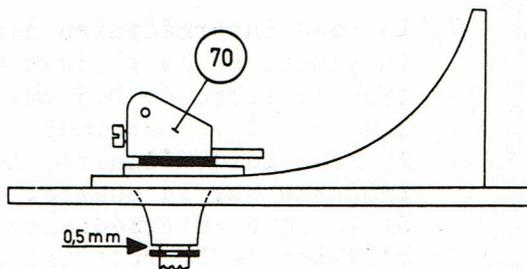

Fig.9
1. L'étrier du bras de pick-up 70 doit être monté de telle façon sur l'axe de pick-up à l'aide de la vis de réglage que le jeu entre la rondelle et le pied est de 0,5 mm. (Voir la fig.9).